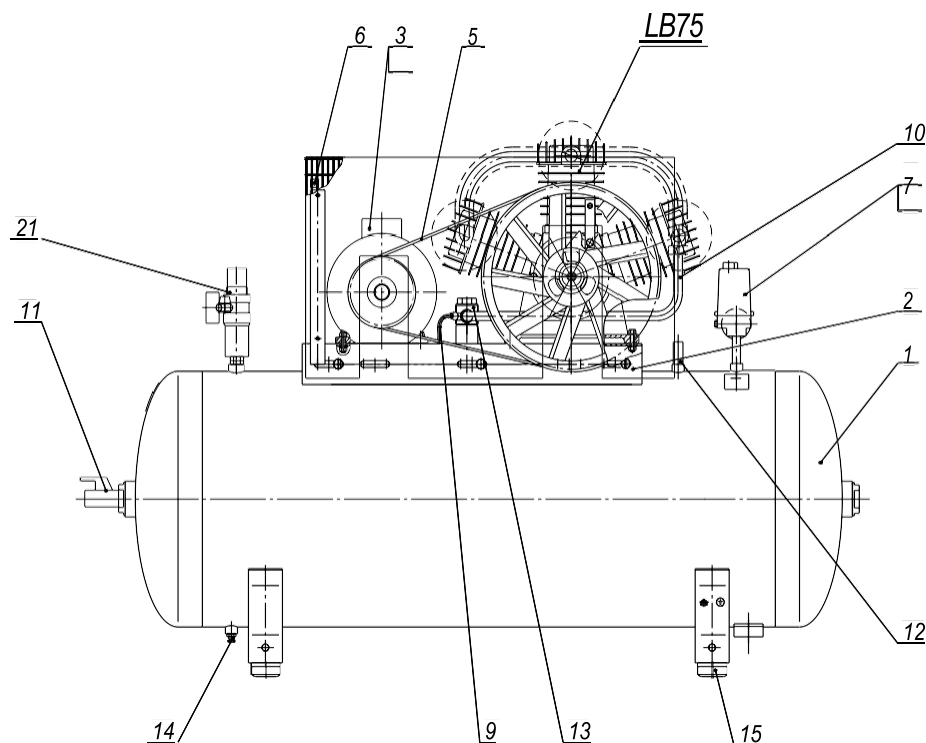

Abb. 1 – Ansichtszeichnungen des Kompressors TWK-270L
Hinweis – Räder- und Dämpfersatz (Pos. 15, s. Abb. 1, 2, 3) und ihre Befestigungsteile sind gesondert verpackt.
5.1 Der Kompressor (Abb. 1, 2, 3, 4) besteht aus folgenden Untergruppen und Teilen: Kolbenverdichter LB75, Druckluftbehälter 1, Rahmen 2, E-Motor 3 mit Scheibe 4, Keilriemen 5, Schutzgeländer 6, Druckschalter 7, Manometer 8, Entlüftungsleitung 9, Luftförderleitung 10, Ablasshahn 11, Sicherheitsventil 12, Rückschlagventil 13, Kondensatablasshahn 14, Räder und Dämpfer 15, Druckregler 21.